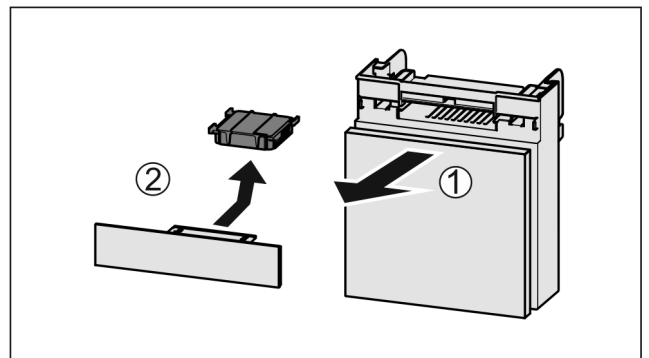

Fig. 177
- Estrarre il vano tirando in avanti Fig. 177 (1).
- Rimuovere il filtro a carboni attivi Fig. 177 (2).